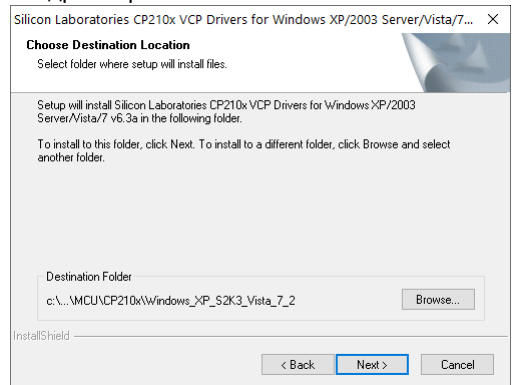

Рисунок 2 – Окно выбора папки для установки драйвера
4. В появившемся окне (рисунок 2) выбрать путь для установки драйвера.